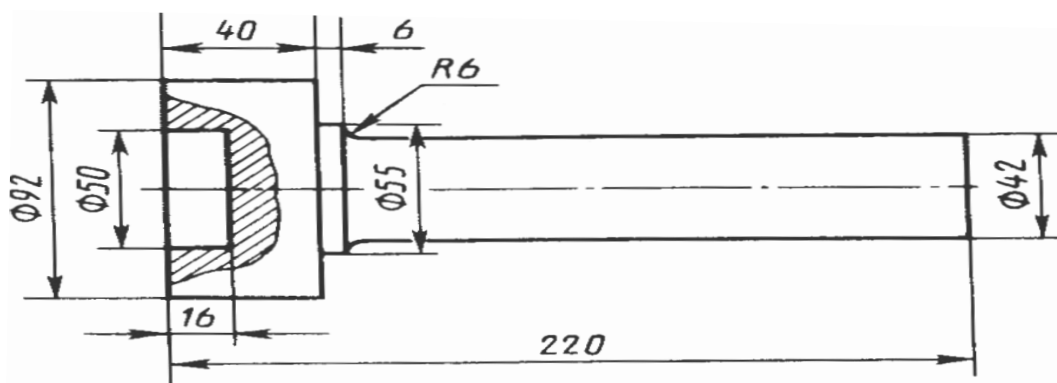

Рис. 31
2. Разработайте технологический процесс изготовления детали (рис. 31) методом холодной листовой штамповки. При выполнении работы следует: установить технологические операции, необходимые для получения детали; определить размеры заготовки; установить вид исходного материала, привести его химический состав и механические свойства; привести схему раскроя и определить коэффициент использования материала; определить технологические зазоры между пуансоном и матрицей при вырубке и пробивке; выбрать штамп и указать последовательность выполняемых на нем операций; привести схему штампа и описать его работу; установить способ подачи заготовки в штамп; определить усилия на операциях; привести схему оборудования и описать его работу. Материал детали – сталь 20.